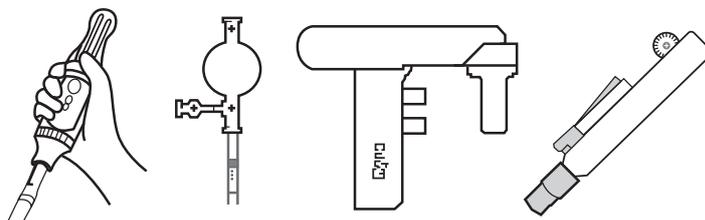

Figura 2: Dispositivos auxiliares para pipetar.
- Não pipetar com a boca. Utilizar sempre um dispositivo para a pipetagem (Figura 2);